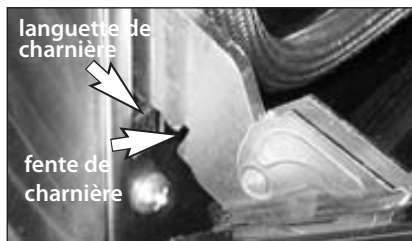

Fig. 24
2. Placez tout simplement la languette de la charnière dans les fentes de la charnière (voir Fig. 24).